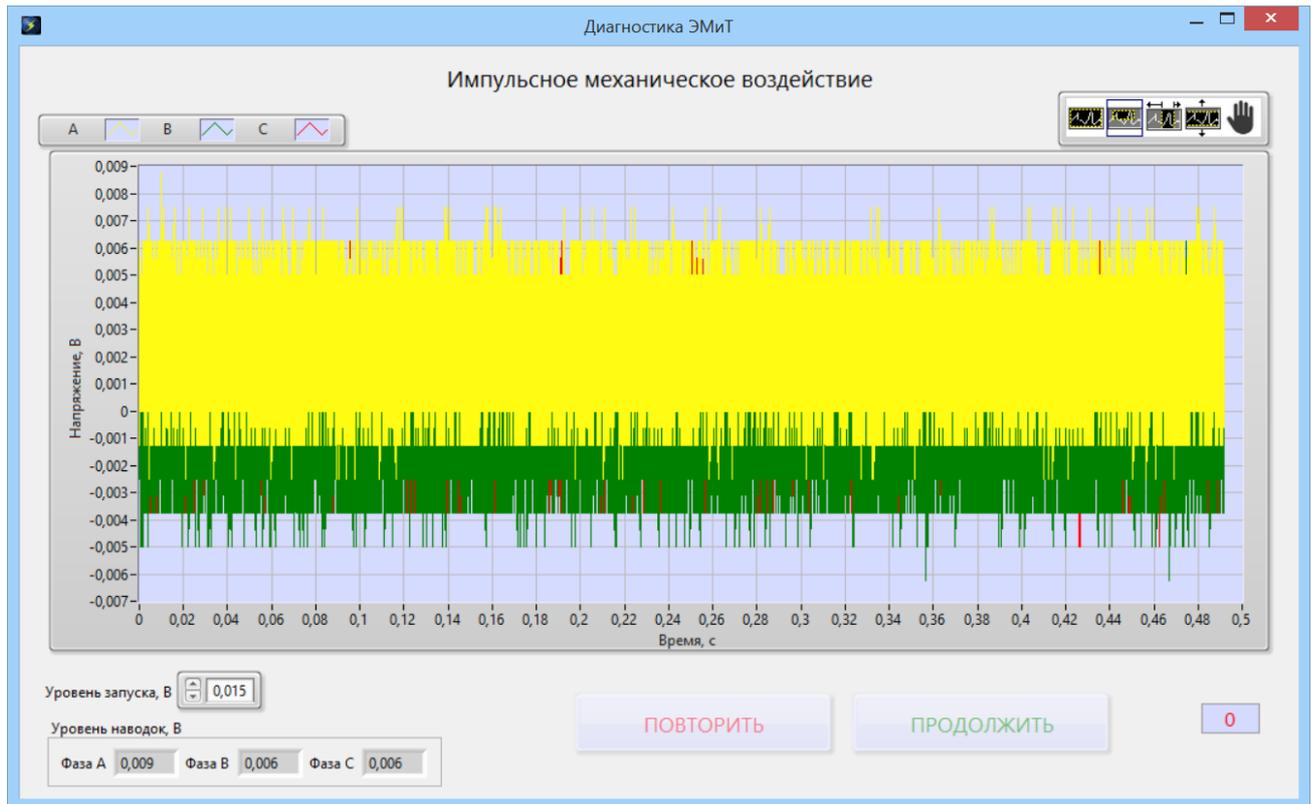

Рис. 7
3.3.2. При нажатии на кнопку «Импульсное механическое воздействие» открывается окно импульсных механических воздействий (рис. 7).